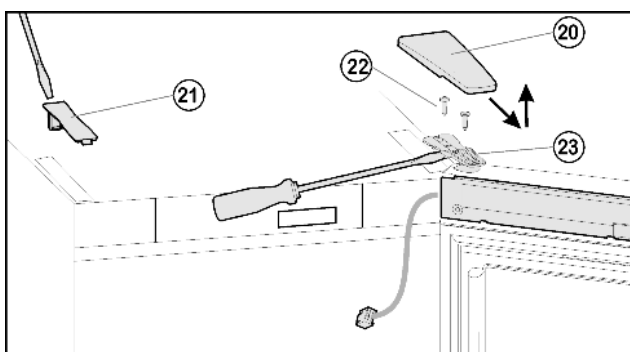
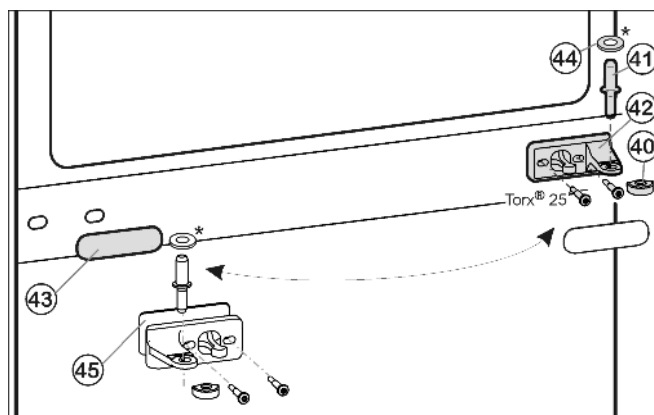
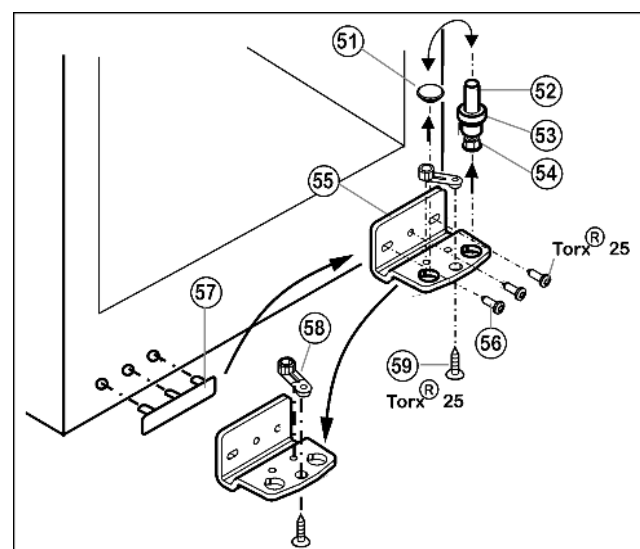

Fig. 6
Fig. 7
Fig. 8
- ▶ Wyjąć osłonę Fig. 6 (20) do przodu i do góry.
- ▶ Podnieść osłonę Fig. 6 (21).
- ▶ Całkowicie wykręcić śruby Fig. 6 (22).
- ▶ Wyjąć kompletne drzwi z płytą zawiasu Fig. 6 (23) i przewodem do góry. Ew. ostrożnie podważyć płytę zawiasu śrubokrętem.
- ▶ Wyjąć środkowy sworzeń zawiasu Fig. 7 (41) z płytki zawiasu i dolnych drzwi.
- ▶ Wyjąć zaślepkę z tworzywa sztucznego Fig. 7 (40).
- ▶ Odkręcić środkową płytkę zawiasu Fig. 7 (42) (2 razy Torx® 25).
- ▶ Ostrożnie zdjąć osłonę Fig. 7 (43).
- ▶ Środkową płytkę zawiasu Fig. 7 (42) z podkładką Fig. 7 (45) obrócić o 180° przykręcić mocno na nowej stronie zawiasu (**z siłą 4 Nm**).
- ▶ Założyć zaślepkę Fig. 7 (40) obrócić o 180° po nowej stronie uchwytu.
- ▶ Trzpień zawiasu Fig. 8 (52) kompletny, z podkładką Fig. 8 (53) i nóżką Fig. 8 (54), wyciągnąć do góry.
- ▶ Unieść zatyczki Fig. 8 (51).
- ▶ Odkręcić Fig. 8 (55) płytkę zawiasu Fig. 8 (56).
- ▶ Odkręcić element zawiasu Fig. 8 (58), przełożyć do przeciwległego otworu zawiasu i ponownie dokręcić.
- ▶ Zdjąć i przełożyć osłonkę po stronie uchwytu Fig. 8 (57) na przeciwległą stronę.
- ▶ Przykręcić mocnopłytkę zawiasu Fig. 8 (55) na nowej stronie (z siłą 4 Nm), w razie potrzeby za pomocą wkrętarki akumulatorowej.
- ▶ Zatyczki Fig. 8 (51) ponownie włożyć do innego otworu.
- ▶ Trzpień zawiasu Fig. 8 (52) kompletny, z podkładką i nóżką włożyć ponownie. Przy tym zwrócić uwagę, by krzywka zatrzaskowa wskazywała do tyłu.
- ▶ Założyć drzwi od góry na trzpień zawiasu Fig. 8 (52).
- ▶ Ponownie założyć zaślepkę z tworzywa sztucznego Fig. 7 (40) na środkową płytkę zawiasu Fig. 7 (42).
- ▶ Przełożyć środkowy sworzeń zawiasu Fig. 7 (41) przez środkową płytkę zawiasu Fig. 7 (42), wkładając go w dolne drzwi.
- ▶ Włożyć górne drzwi na środkowy sworzeń zawiasu Fig. 7 (41), zamknąć drzwi i założyć górną płytkę zawiasu Fig. 6 (23), aż zaskoczy u góry urządzenia.
- ▶ Płytkę zawiasu Fig. 6 (23) przykręcić mocno (z siłą 4 Nm). Ewentualnie nakłuć otwory pod śruby lub użyć wkrętarki akumulatorowej.
- ▶ Założyć osłonę Fig. 6 (20) i osłonę Fig. 6 (21).
- ▶ Korzystając ew. z obu podłużnych otworów w dolnej płytce zawiasu *Fig. 8 (55)* i środkowej płytce zawiasu *Fig. 7 (42)* ustawić drzwi w jednej linii z obudową urządzenia. W tym celu wykręcić środkową śrubę z płytki zawiasu u dołu *Fig. 8 (55)*.